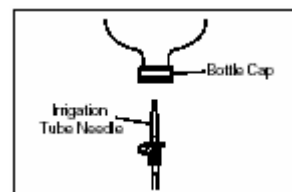

Рис. 11
(1) Установить емкость с раствором на штатив и проткнуть иглой шланга крышку емкости (рис. 11)